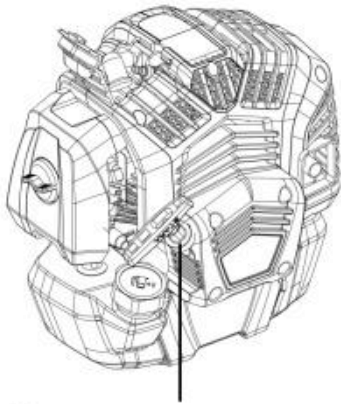

Fig. 28
2. Mantenga estable el producto y tire ligeramente del mango del arrancador de retroceso hasta que Si siente resistencia, tire de ella rápidamente. Repita esto hasta que el motor arranque (Fig. 28).